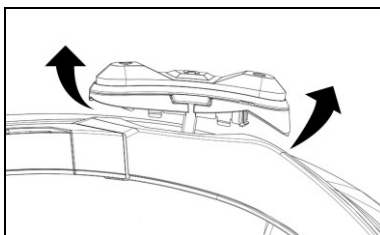

Fig. 27
- Drej tastaturet mod uret (Fig. 27).